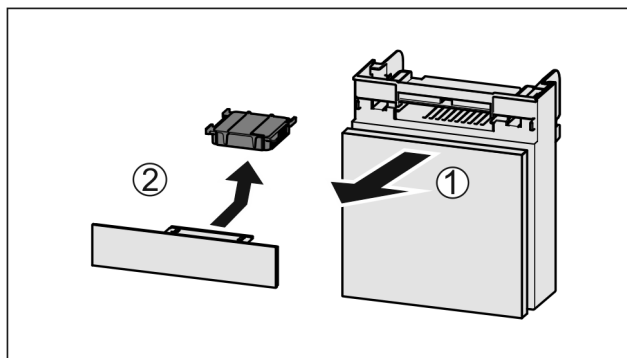

Fig. 142
- Extraire le compartiment par l'avant Fig. 142 (1).
- Sortir le filtre à charbon actif Fig. 142 (2).